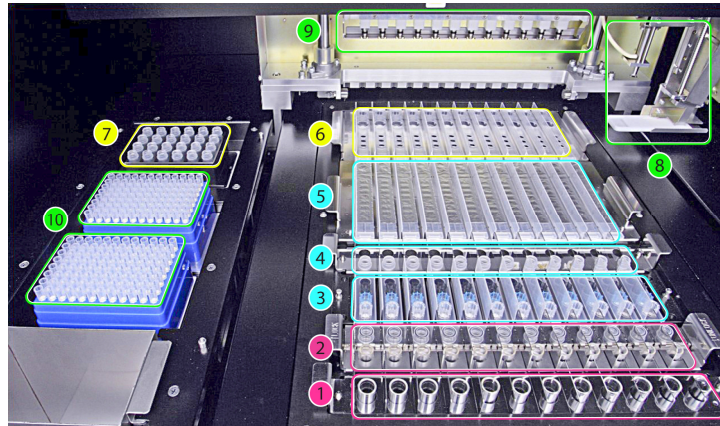

Figura 1: área de carga de «**ELITE InGenius**».
Visión de conjunto del instrumento «**ELITE InGenius**» (Figura 1).
La Figura 1 muestra la posición del rack de los tubos primarios de muestra (1), la posición del rack Extraction tube + cap (2), la posición del rack tips (3), la posición del rack Elution tube (4), la posición del rack del cartucho de extracción (5), la posición del rack del cartucho PCR (6), la posición del bloque de reactivos PCR y Control Interno (Inventory Manager) (7), los dos sistemas de dispersión de la muestra y de los reactivos (8, de canal simple, 9, de canales múltiples), las posiciones de los tips (10) y el contenedor para residuos abajo a la izquierda.
6. Asegurarse de que los reactivos sean suficientes para el número de pruebas seleccionado y que estén correctamente ubicados en la posición 7 Inventory Manager (ver página 11, Figura 1), como se indica en la pantalla, presionar el pulsador "Next" (Siguiente).
7. Cargar un número suficiente de rack de tips en la posición 10 (ver página 11, Figura 1).
9. Cargar los cassette PCR en la posición 6 (ver página 11, Figura 1).
11. Cargar los cassette de extracción en la posición 5 (ver página 11, Figura 1).
13. Cargar el número solicitado de tubos de elución en la posición 4 (ver página 11, Figura 1).
15. Cargar el número solicitado de tips Cassette en la posición 3 (ver página 11, Figura 1).
17. Cargar el número solicitado de ExtractionTube en la posición 2 (ver página 11, Figura 1).